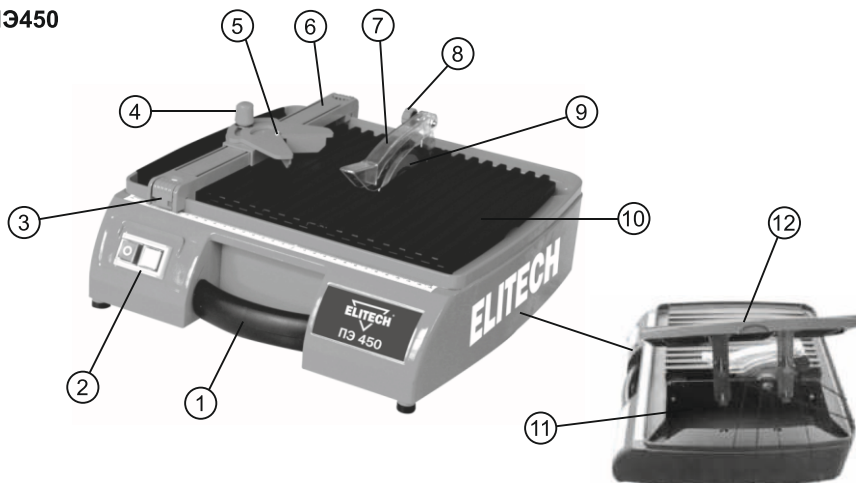

Рис. 1
Модель: ПЭ 450 (рис. 1)
Модель: ПЭ450 (рис. 1)
1. Ослабьте винт фиксации углового упора (5) (рис. 1 и 2).
3. Зафиксируйте винт фиксации (4) углового упора.